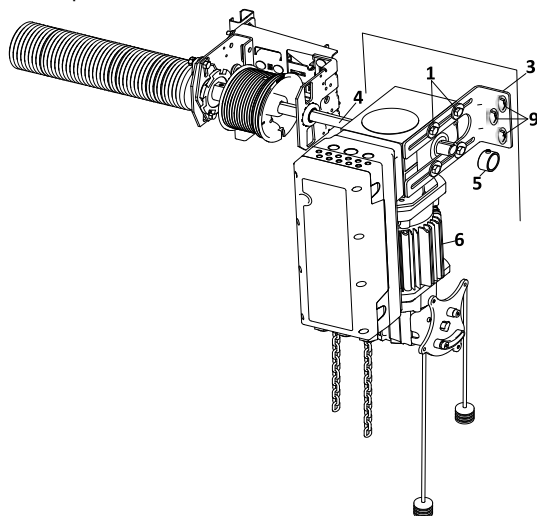

Рисунок 9
7. Закрепите монтажный кронштейн (3) закрутив винты (9), окончательно обожмите все винты (1) с моментом не более 20 Нм. установите на вал (4) второе стопорное кольцо (5). Оба стопорных кольца (5) установите плотно к сторонам привода и зафиксируйте винтами (не более 8 Нм, шестигранный ключ SW3) (Рис. 9).